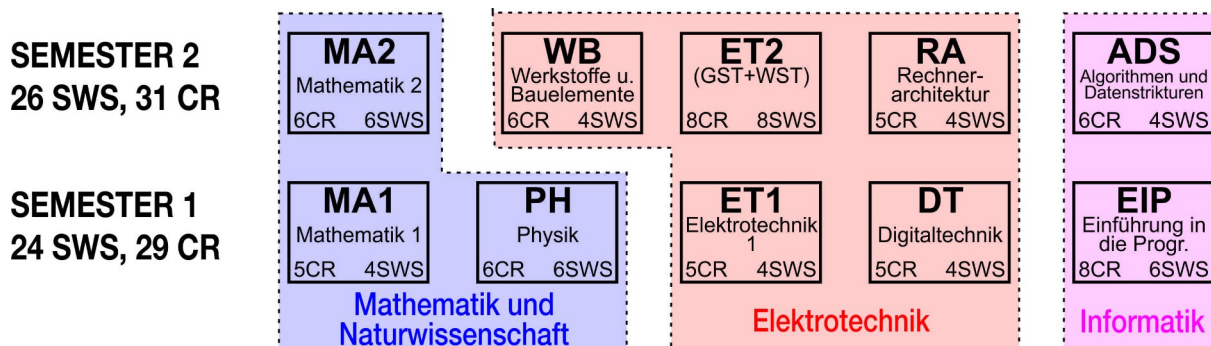

Abbildung 1: Grundstudium des Bachelor-Studiengangs Informationstechnik/Elektronik mit seinen Themenbereichen.
Das Grundstudium der Informationstechnik/Elektronik (IEB) umfasst die Studiensemester 1 und 2. Es wird mit Ausnahme des Moduls „Werkstoffe und Bauelemente“ (WB) gemeinsam mit den Bachelor-Studiengängen Technische Informatik (TIB) und Medizintechnik (MTB) durchgeführt. Abbildung 1 zeigt den Aufbau des Grundstudiums. Jeder der durchgezogen umrandeten Blöcke bezeichnet dabei ein Modul. Inhaltlich gliedert sich das Grundstudium in die 3 Themenbereiche „Mathematik und Naturwissenschaft“, „Elektrotechnik“ sowie „Informatik“. Im Grundstudium müssen die Studierenden 10 benotete Prüfungsleistungen und 8 Studienleistungen zu Übungen und Laborveranstaltungen erbringen.